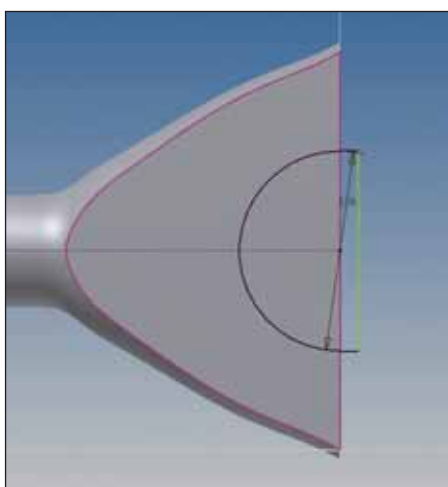

Рис. 16
21. В новом эскизе создать контур (рис. 16).